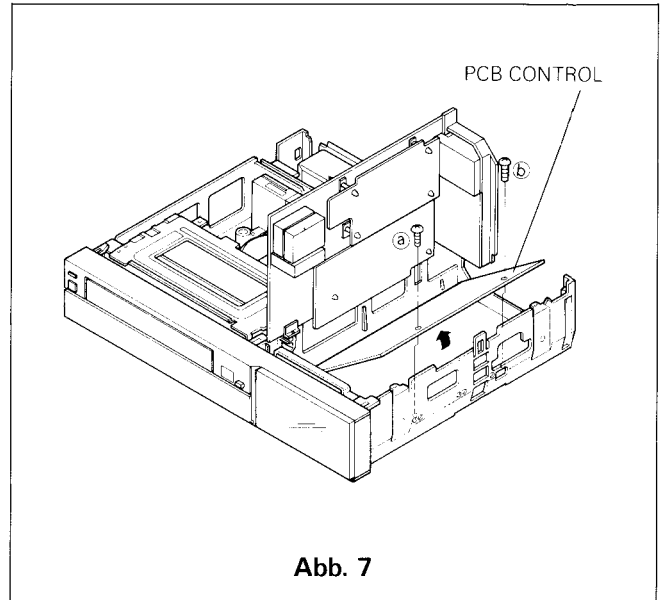

Abb. 7
- b. Entfernen Sie die 2 Schrauben (a) und (b) die die Kontrollplatinen befestigen wie in Abb. 7.